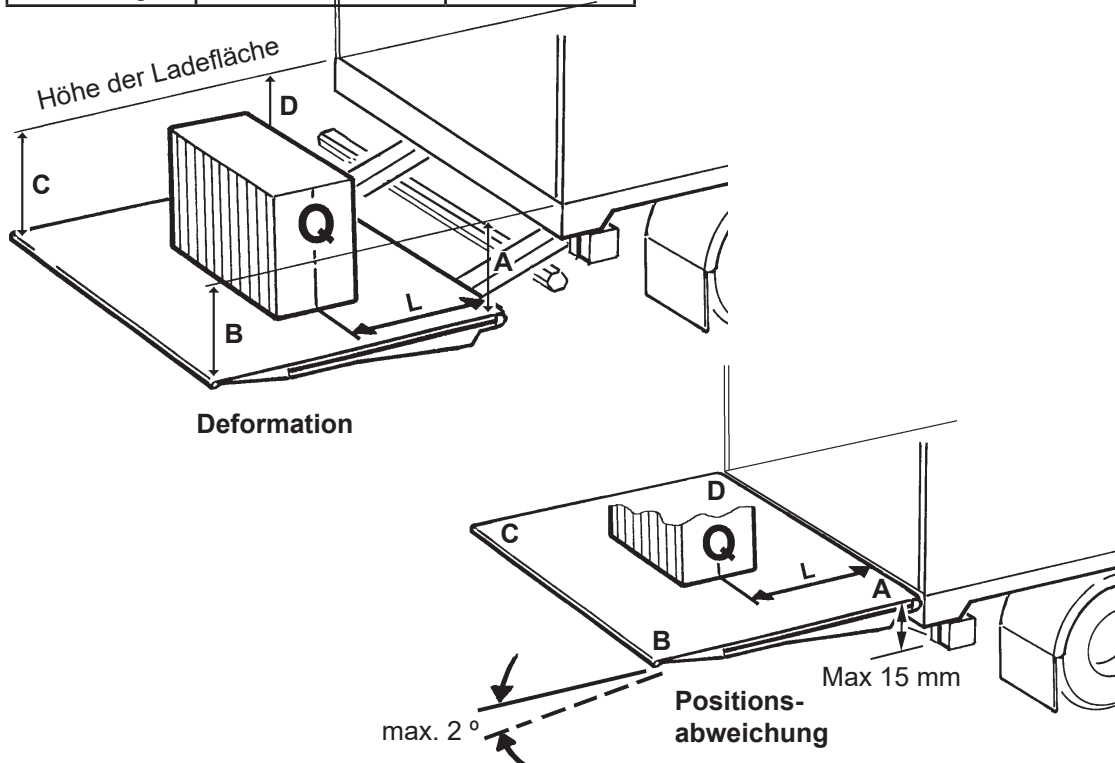

Abbildung 98. Prüfung und Abnahme
- Platzieren Sie die Ladebordwand auf halber Höhe zur Bordwand und in horizontaler Lage. Messen und vergleichen Sie die Maße A-B-C-D gem. Abbildung Abbildung 98.